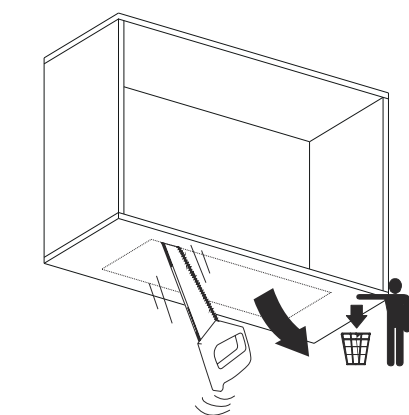

Fig. 9
1. Kontrollera hålmåtten. Följ anvisningarna (Fig. 9).